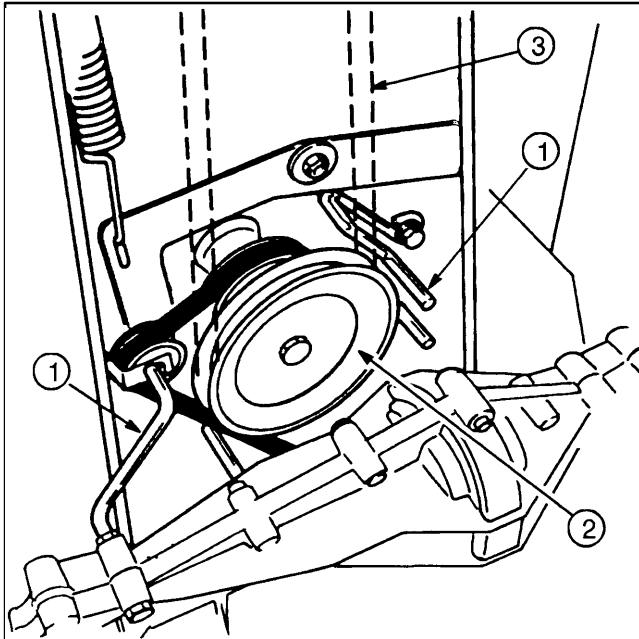

Abbildung 23
2. Die Schnitthöhe auf den niedrigsten Stand bringen, die Riemenführungen in Nähe der Motorlaufscheibe lockern und aus dem Weg schwenken. Den Treibriemen von der Motorlaufscheibe entfernen (Abb. 23).
3. Die Befestigungsschraube (1), mit der jede Riemenführung am Mähwerk abgesichert wird, lockern und entfernen. Die Riemenführung von der Spindellaufscheibe wegschwenken und den Riemen entfernen. Den Riemen auf Abnutzung oder Defekte untersuchen (Abb. 23).